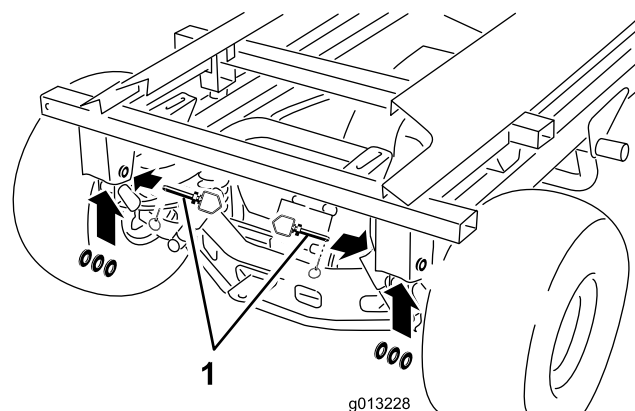

Figura 50
10. Remova os pinos de sujeição traseiros, pinos de engate e anilhas (Figura 50).